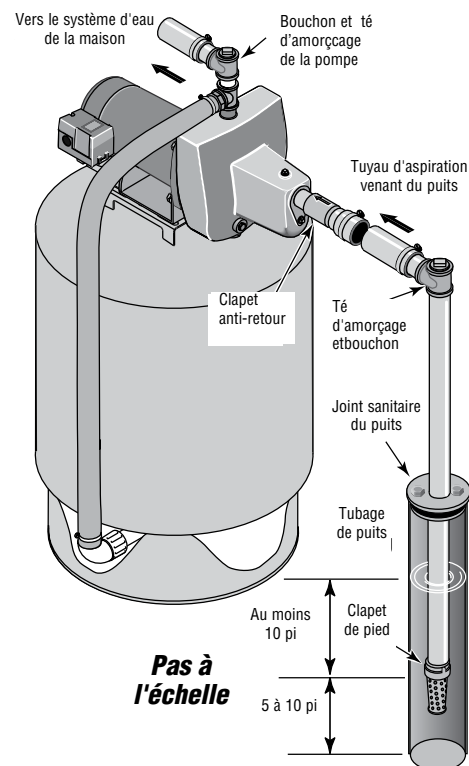

Figure 2 : Installation dans un puits à tubage
INSTALLATION SUR UN PUIT À TUBAGE DE 2 POUCHES DE DIAMÈTRE OU PLUS GRAND (voir la Figure 2)
- 2 ° Brancher le clapet de pied, la crépine et le tuyau du puits (voir la Figure 2). S'assurer que le clapet de pied fonctionne librement.
- 4 ° Poser le té d'amorçage, le bouchon d'amorçage et le tuyau d'aspiration sur la pompe (voir la Figure 2). Brancher le tuyau provenant du puits sur l'orifice d'aspiration de la pompe en utilisant le moins possible de raccords - en particulier des coudes - étant donné que les raccords augmentent le frottement de l'eau dans les tuyaux (il faut toutefois ajouter un clapet de pied — voir la Figure 2). Le diamètre du tuyau d'aspiration doit être au moins aussi grand que le diamètre de l'orifice d'aspiration de la pompe. Utiliser du ruban d'étanchéité en PTFE pour filetage sur les raccords de tuyaux filetés. Supporter le tuyau de façon qu'il ne soit pas cintré afin qu'il n'exerce pas de contraintes sur le corps de la pompe; de plus, il doit être légèrement incliné vers le haut, du puits jusqu'à la pompe (les points hauts risquent de causer des poches et des bouchons d'air dans la pompe). Rendre étanches les joints du tuyau d'aspiration avec du ruban d'étanchéité en PTFE pour filetage. Les raccords doivent être étanches à l'air et à l'eau. *Si le tuyau d'aspiration aspire de l'air, la pompe ne pompera pas l'eau du puits.*